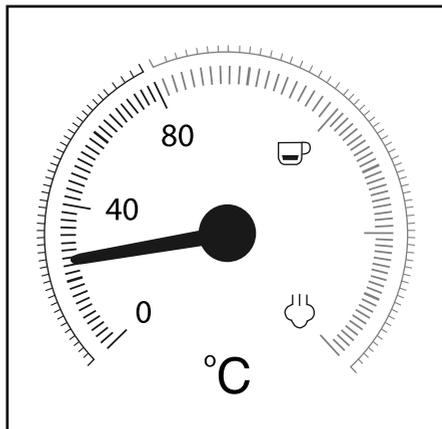

Figure 1
L'affichage de température ❷ indique le niveau de préchauffe de l'appareil (Figure 1).